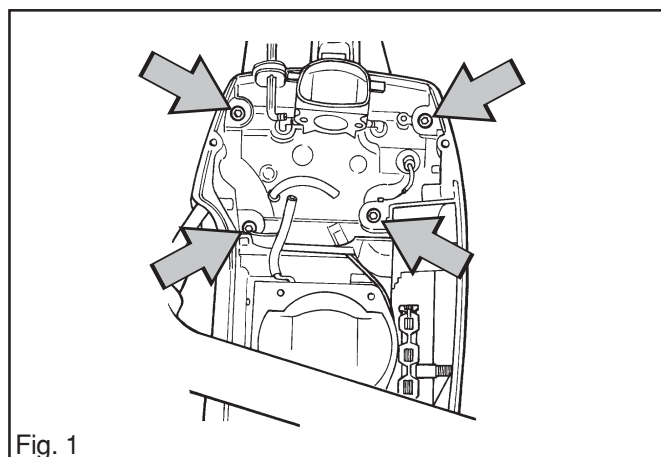

Fig. 1
2. Démontez le fond du carburateur en dévissant les quatre vis. Voir la fig. 1.